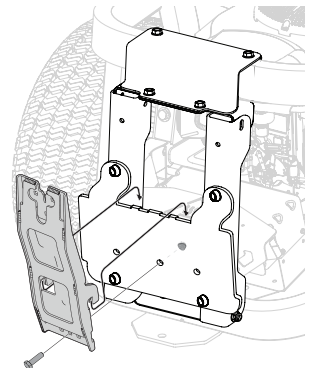

Figura 10
- Instale el soporte vertical de la embolsadora (683-04519C) en el conjunto de montaje sobre el tractor enganchándolo encima del conjunto de montaje tal como se muestra en la Figura 10.
- Fije el soporte vertical de la embolsadora al conjunto de montaje con un perno hexagonal (710-06154B) del paquete de herrajes 689-02619. Consulte la Figura 10.